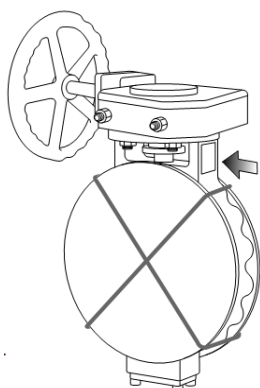

Fig. 2a
- Verifique a plaqueta de identificação da válvula (item 19) para confirmar se os materiais de construção e as normas dos produtos estão corretos para o serviço pretendido e conforme especificado. (ver fig. 2a e 2b)
- Confirme se as porcas do prensa-gaxeta (item 29) não podem ser ajustadas manualmente.